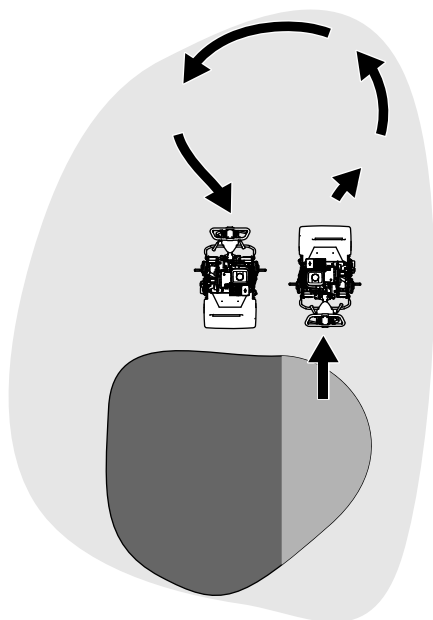

図 19
- ・ ターンをする時はグリーンの外で、リールを浮かせてハンドルを押し下げて、雨だれ形を描くように行います **図 19**。
1. トランスミッションギアボックスにある接続レバーを探し出す **図 19**。